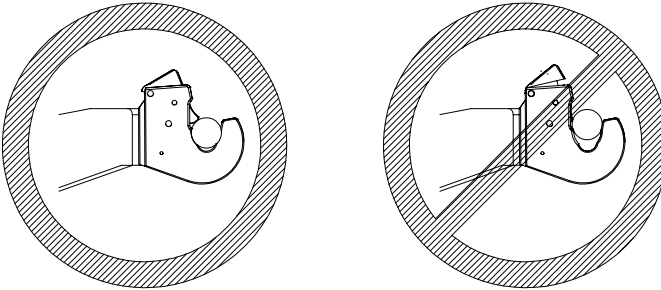

Fig. 6.9: Blocage des rotules dans les mains d'attelage
- Vérifiez si les rotules sont correctement engagées et bloquées, voir fig. 6.9.